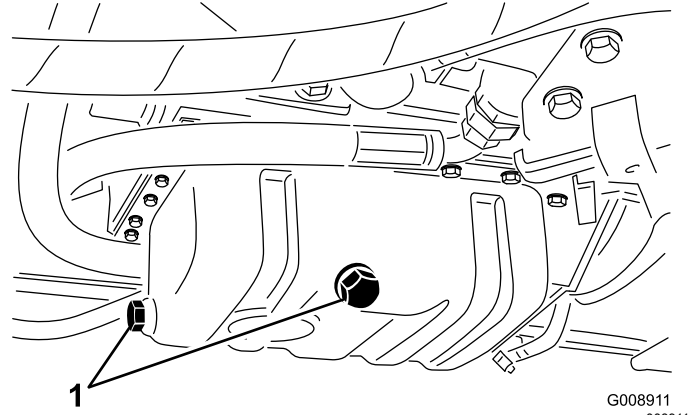

Figura 35
1. Retire el tapón de vaciado (Figura 35) y deje fluir el aceite a un recipiente apropiado.